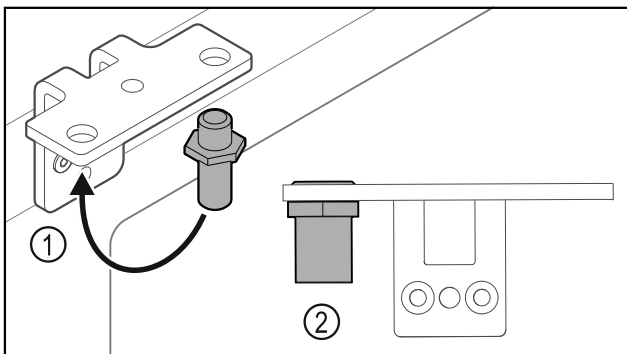

Fig. 37
- Přesaďte čep Fig. 37 (1) v úhelníku závěsu.
- Utáhněte čep Fig. 37 (2) **utahovacím momentem 12 Nm**.